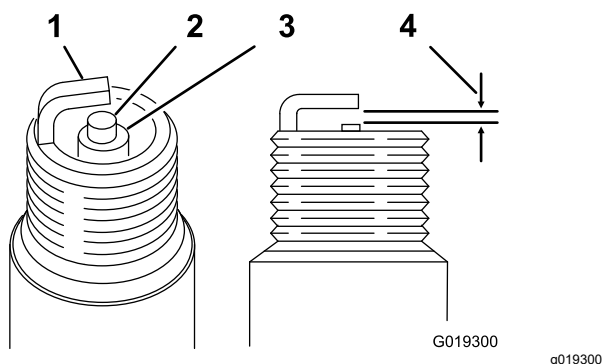

Figure 33
Écartement : 0,70 à 0,80 mm ; voir Figure 33
4. Réglez l'écartement des électrodes entre 0,70 et 0,80 mm, comme montré à Figure 33.